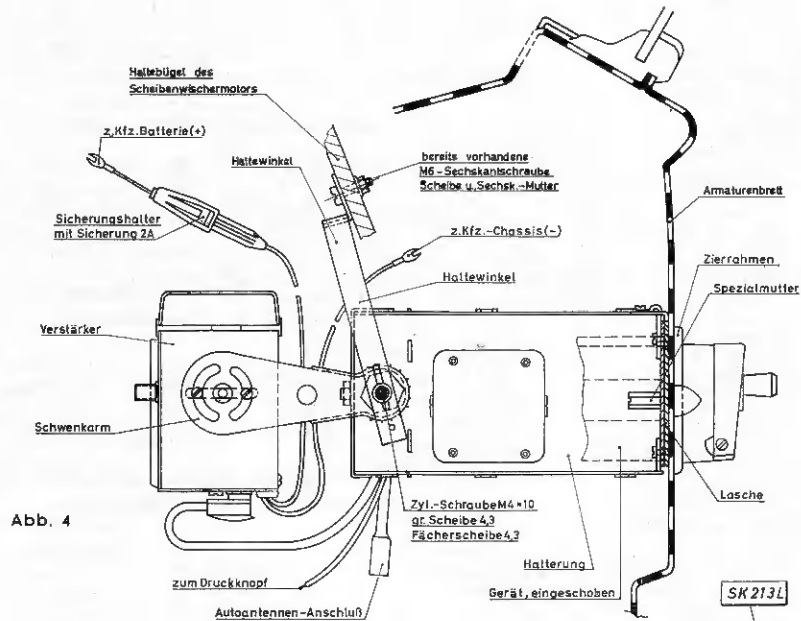

Abb. 4
- i) Gemäß Abb. 4 mitgelieferten Haltewinkel an seitlichen Nietmuttern der Halterung montieren.